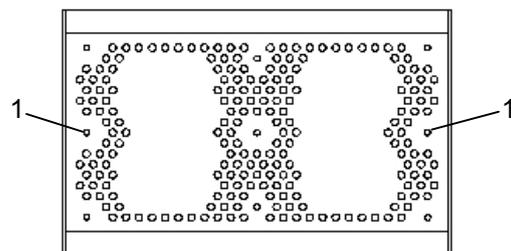

Abb. 5 Montage der Hutschienenhalter
- Schrauben Sie die Hutschienenhalter an die Unterseite des CMC-TC Master II (siehe Abb.5)